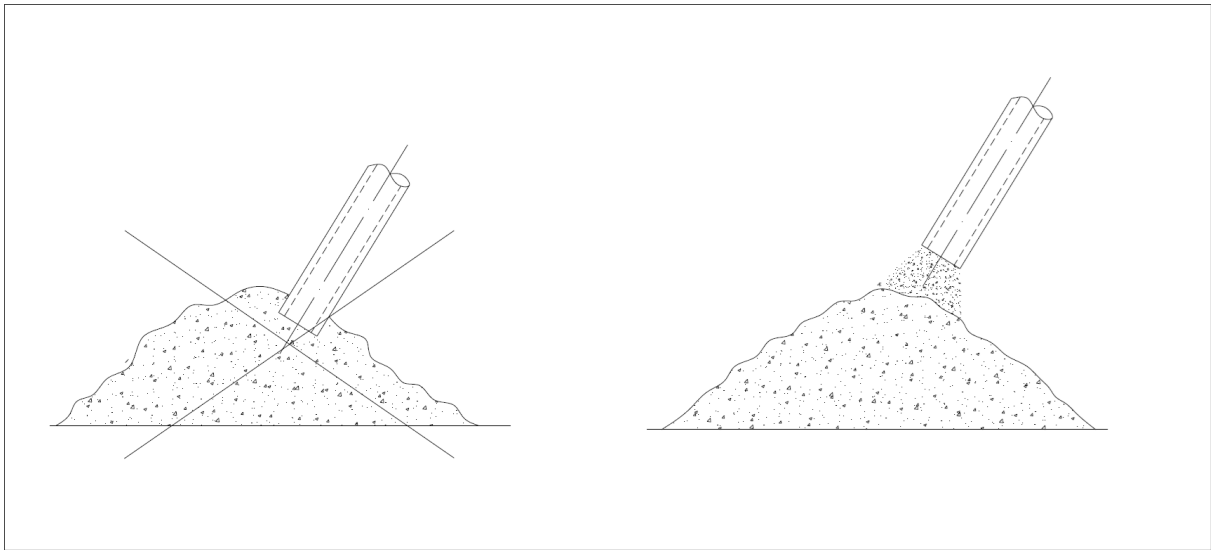

Figura 4
- durante el bombeo evite sumergir la punta de presión en la masa de hormigón. (ver figura 4)